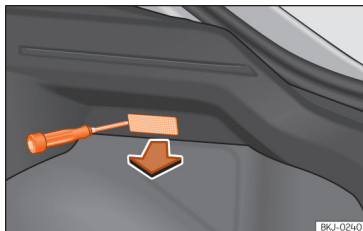

Fig. 168 Luz da bagageira.
- Extraia a tulipa pressionando o rebordo da parte interior da mesma, com a ajuda da parte plana de uma chave de parafusos >>> Fig. 168.